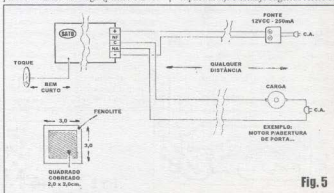

Fig. 5
- FIG. 5 - INSTALAÇÃO BÁSICA (E OUTROS DETALHES...) - A figura principal do diagrama ilustra a instalação básica do SATO, recebendo sua alimentação proveniente de uma pequena fonte de 12 VCC ligada à C.A. e estabelecendo o controle de energização da carga (no exemplo, um motor de abertura de porta, alimentado também pela C.A. local...). Notar que a cabagem de alimentação e de controle da carga pode ser estendida em qualquer comprimento que se mostre necessário... Já o cabinho entre a placa e o sensor - enfatizamos - deve ser *curto* (e/ou *blindado*, conforme já explicado...). O arranjo sugerido refere-se